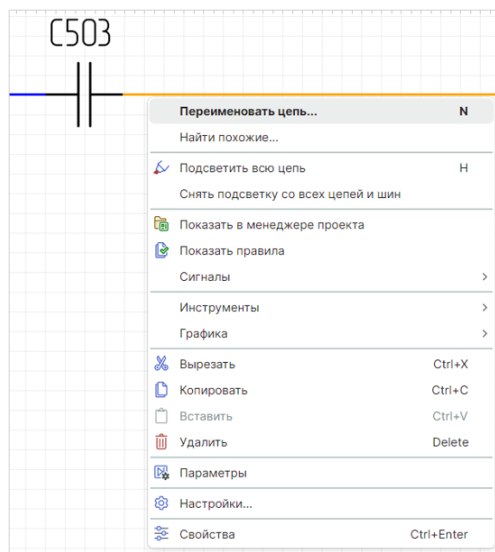

Рис. 107 Переход к переименованию цепи из контекстного меню
- Из контекстного меню цепи с помощью команды «Переименовать цепь», см. Рис. 107.